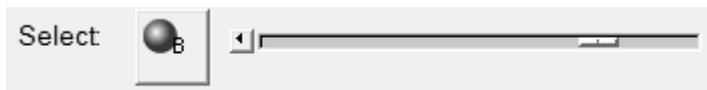

图 13-127 移动基准面位置
- (1) 单击 Datum Planes () 按钮打开面板。
- (2) 激活 Position 标签，勾选 Reference Plane 复选框。
- (3) 单击 Add 按钮添加一个基准面。
- (4) 控制面板上的移动滑块，使参考平面沿着 Z 平面移动，如图 13-127 所示。